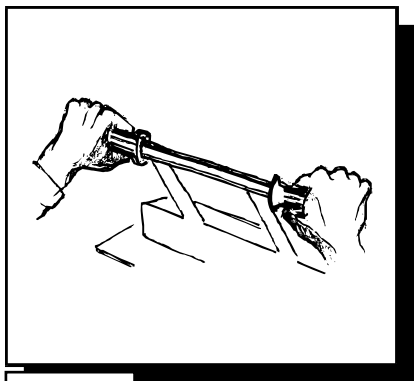

Fig. 7
- La ventouse doit être manutentionnée en employant seulement sa spéciale manicle (Fig.7).